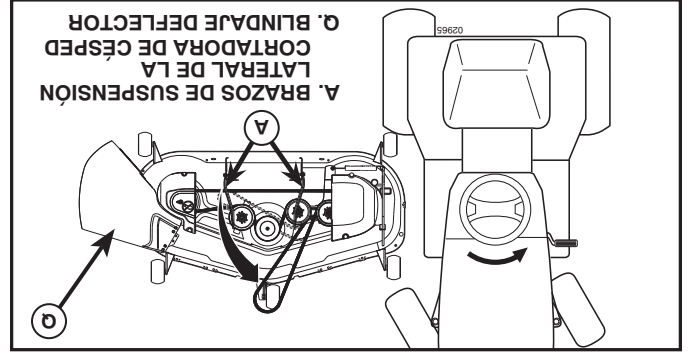

Fig. 25
4. DESLICE LA CORTADORA DE CESPED DEBAJO DEL TRACTOR (Vea Fig. 25)
- NOTA: asegúrese de que los brazos de suspensión lateral de la cortadora de césped (A) estén orientados hacia adelante antes de deslizar la cortadora de césped debajo del tractor.